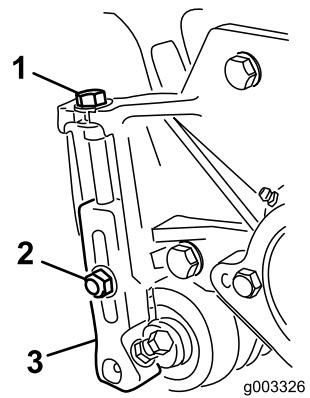

Figura 8
3. Afloje las contratuerca que sujetan los soportes de ajuste de la altura de corte a las chapas laterales de la unidad de corte (Figura 8).